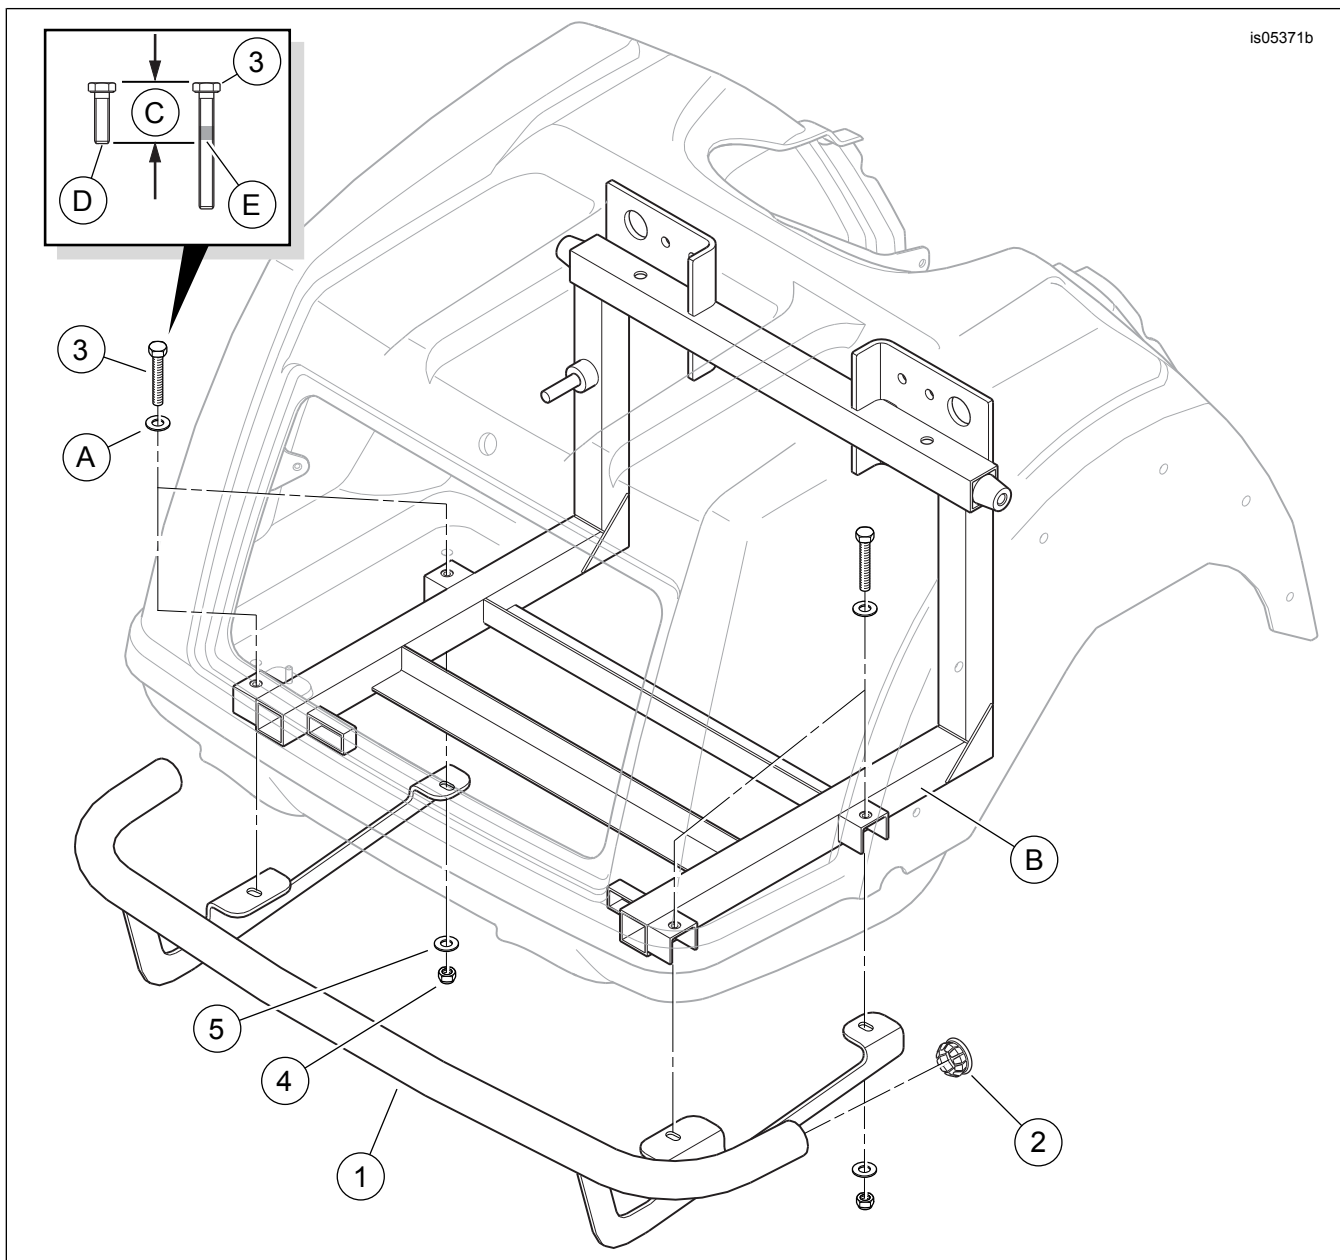

Figura 1. Parti di ricambio: Kit parapolvere posteriore Trike Cromato
Vedere Figura 1 e Tabella 1.
2. Vedere Figura 1 Individuare le quattro viti con rondelle (A) alla base del vano bagagli che fissano la carrozzeria al telaio posteriore. Lasciando la rondella in posizione, rimuovere una delle viti. Conservare la vite per il passaggio 3, quindi eliminarla.
3. Vedere la figura 1. Applicare una piccola quantità di frenafilletti alla vite (3).